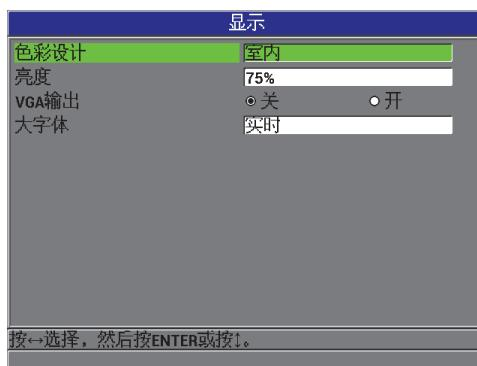

图 3-4 显示屏幕
2. 在 **显示** 屏幕中（参见第 53 页的图 3-4），选择所需的参数，并为以下参数设置适当的值：